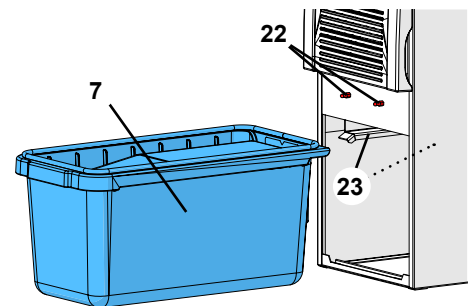

图 16
- ⇒ 检查集尘盒的密封条是否损坏，或需要更换 (24)。
- ⇒ 将集尘袋抽屉推入原位，注意要将其不偏不倚地完全推到底。务必确保集尘袋抽屉在导轨上正确就位 (23, 图16)。
- ⇒ 使前面板底部的挂钩就位 (5, 图1)。然后将其推入上部的锁钮 (22, 图16)，用力按压直到其锁定入位。